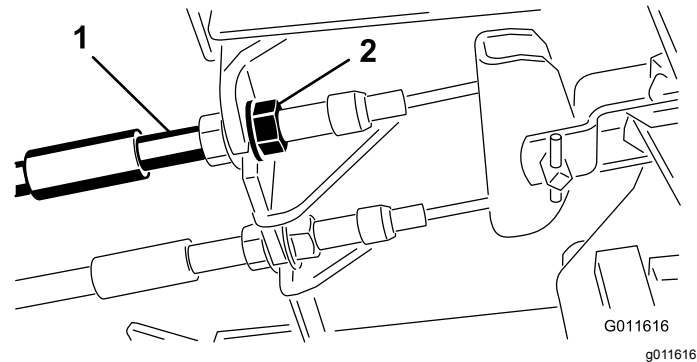

Figure 98
1. Pour réduire la garde aux pédales de frein, serrez les freins en desserrant l'écrou avant sur l'extrémité filetée du câble de frein (Figure 98).